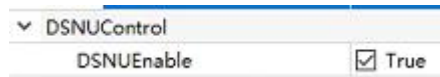

图 5-23 DSNU 设置界面
- (1) DDPCEnable: 动态坏点校正使能开关, 减少图像坏点;
- (2) DDPCLLevel: 支持选择 Low、Medium、High 3 个档位;
- (3) SDPCEnable: 静态坏点校正使能开关, 只支持开和关;
- (4) SDPCLLevel: 支持选择 Low、Medium、High 3 个档位;
- 5) DSNUControl: SamplePro 下, DSNU 校正界面如图 5-23 所示。